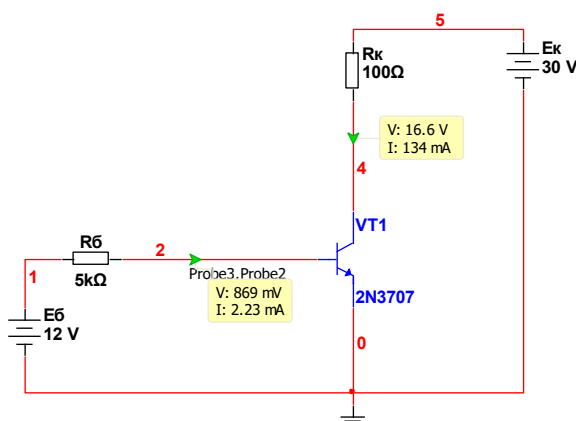
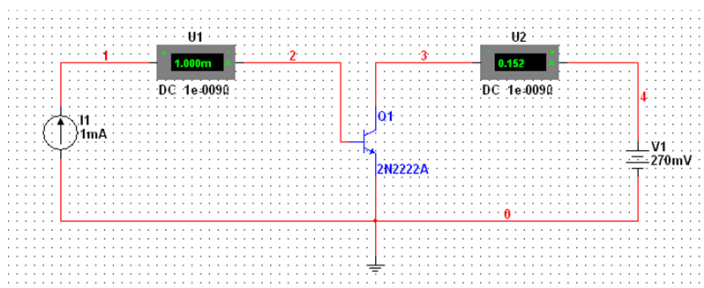

Рис. 23. Схема для снятия выходных статических характеристик транзистора
Рис. 24. Упрощенная схема для снятия выходных статических характеристик транзистора
Выходные статические характеристики снимаются при $I_6 = \text{const}$, для чего в цепи базы ставится дополнительный источник питания E_6 (рис. 23).
4. Собрать схему для снятия выходных статических характеристик транзистора (рис. 23 или рис. 24).